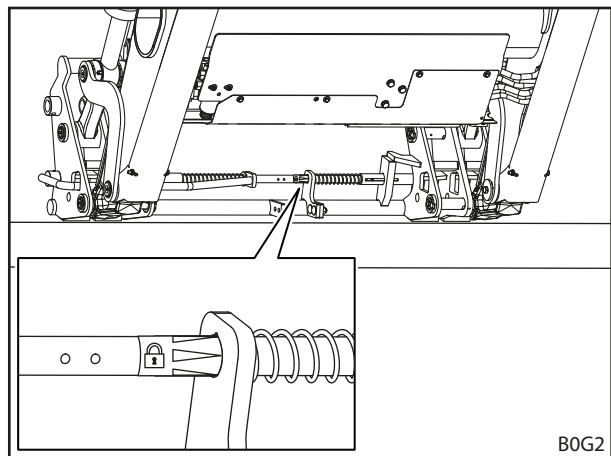

Fig. 82 Kontrollere redskapslåsen ved hjelp av klistremerket (Kombi-skifteramme Euro-FR)
- (1) Betjen *fylle*-funksjonen. Herved må frontlasteren ikke løftes mer enn maksimalt 1,5 m.
**i** Ved Kombi-skifteramme Euro-FR befinner klistremerket seg på den midtre festeplaten (se Fig. 82).